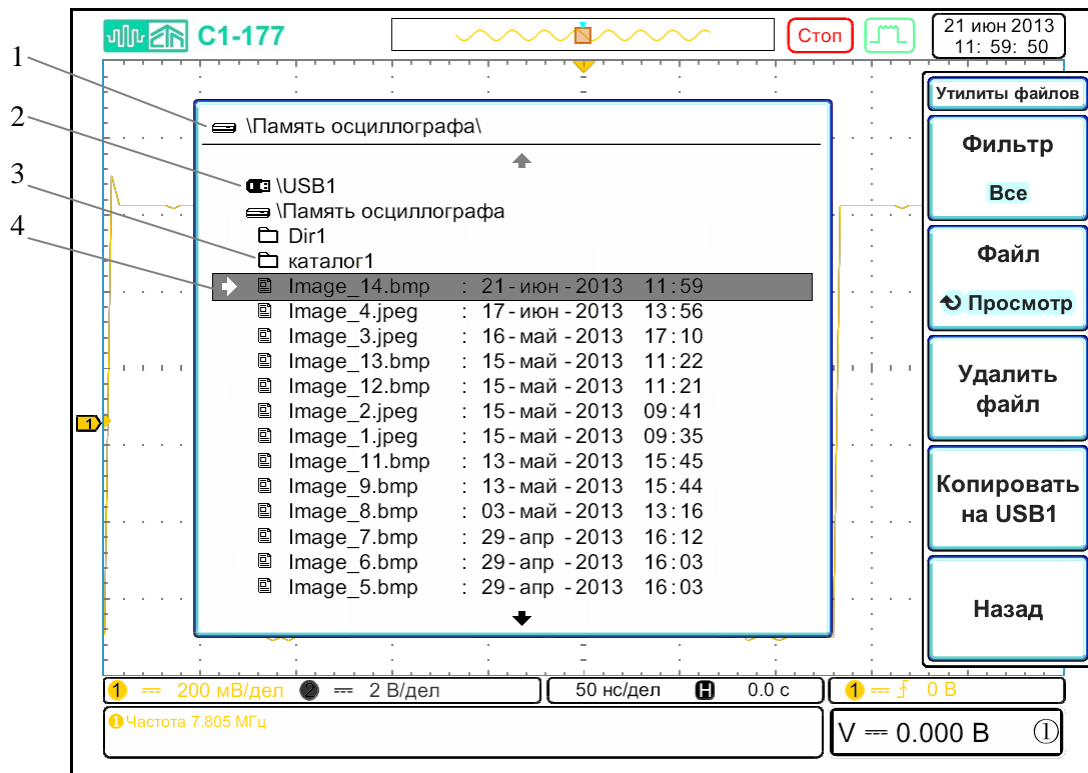

Рисунок 6.34 – Экран осциллографа при включении диспетчера файлов
- нажав программную кнопку «Утилиты файлов», перейти в подменю «Утилиты файлов» (рисунок 6.34);
- с помощью энкодера «УСТАНОВКА» осуществляется навигация по списку файлов и каталогов. Текущий выбранный файл или каталог отмечается специальной рамкой (рисунок 6.34, поз. 4).